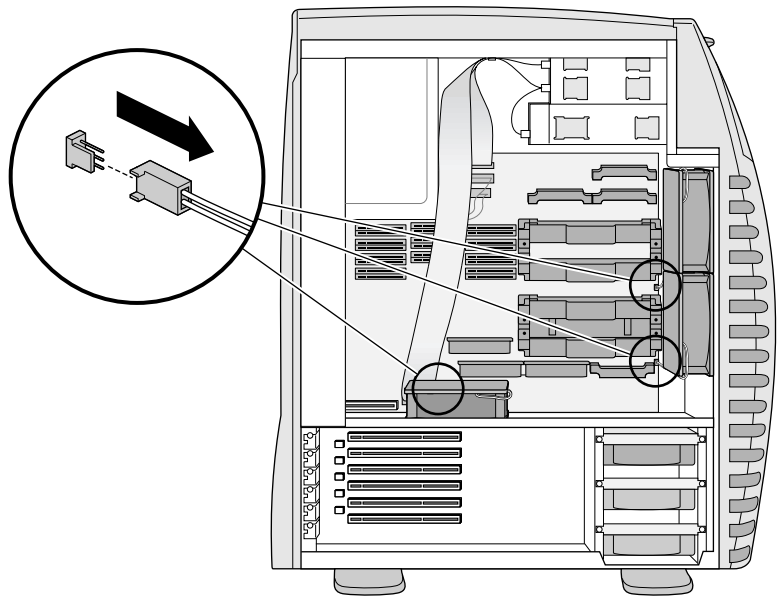

Abbildung 7-11 Lösen des Lüfterkabels
2. Halten Sie den Kabelstecker fest, und ziehen Sie ihn zu sich hin, um ihn von der Systemplatine zu lösen. Siehe Abbildung 7-11.